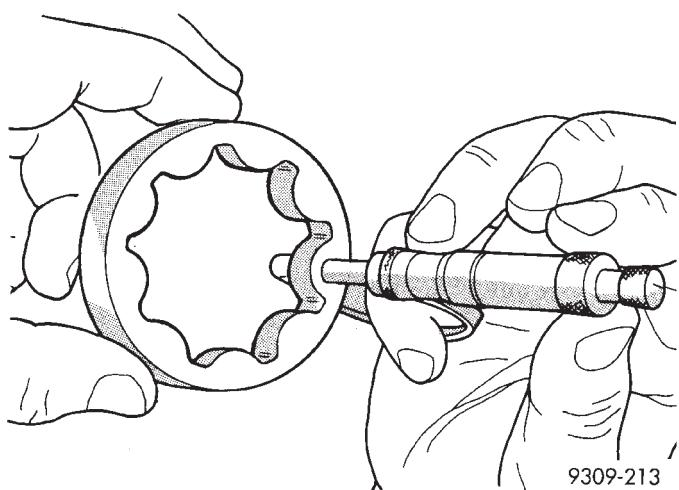

Fig. 112 Medición del espesor del rotor exterior
(3) Mida el espesor y diámetro del rotor exterior. Si el espesor de rotor es de 7,64 mm (0,301 pulgadas) o menos (Fig. 112), o si el diámetro es de 79,95 mm (3,148 pulgadas) o menor, reemplace el rotor exterior.